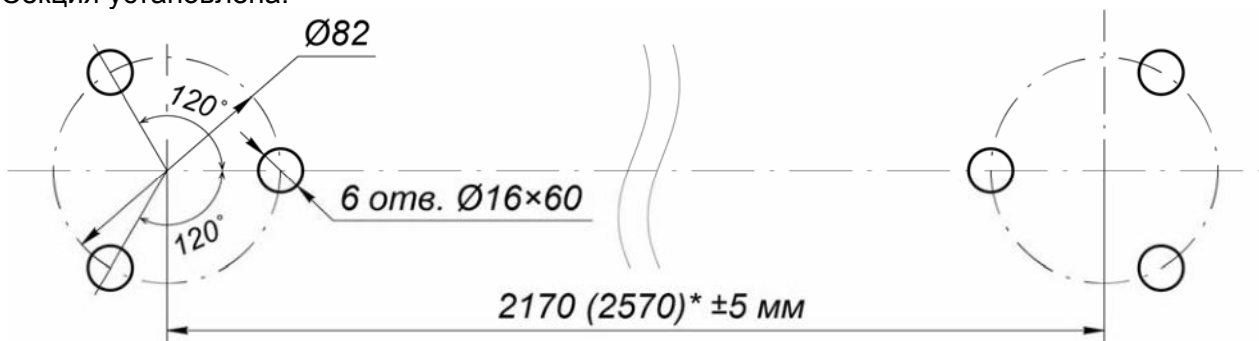

Рисунок 17. Схема разметки отверстий для установки фланцев двойной распашной секции ограждения с магнитным УБ
- Разметьте и просверлите отверстия на установочной поверхности под анкеры PFG IH 10 «SORMAT» в соответствии со схемой разметки (рис. 17). Сначала размечаются центры установки стоек секции ограждения, затем от них размечаются точки крепления стоек, допускается использование в качестве шаблона непосредственно самих фланцев стоек.